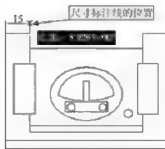
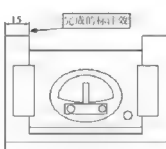

图 5-110
图 5-111
**步骤6：**根据提示选择参数选项设置，在此移动鼠标来调节尺寸线的位置，具体调节如图 5-110 所示(用户也可以直接输入尺寸界线的长度)。单击鼠标左键完成尺寸标注，系统自动标注数值，如图 5-111 所示。